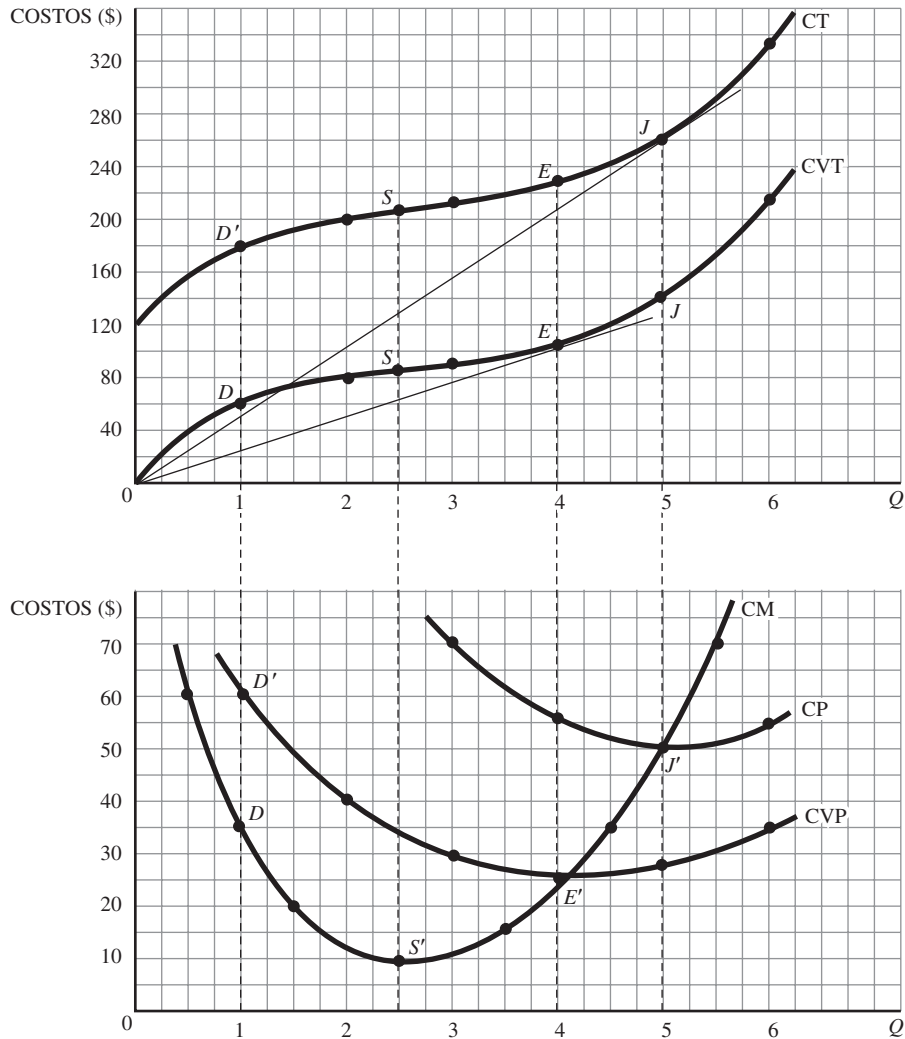

Figura 7-12
- a) Vea la figura 7-12.
- b) El CVP es igual al CVT dividido entre la producción. Al CVP lo determina la pendiente de un rayo que va del origen hacia la curva CVT. El CVP descende hasta el punto E (donde un rayo desde el origen es tangente a la curva CVT). Después de E , el CVP asciende. El CP es igual al CT dividido entre la producción. Al CP lo determina la pendiente de un rayo que va del origen a la curva CT. Hasta J (el punto de tangencia), la pendiente del rayo (es decir, el CP) descende. Después de J asciende. La curva CM puede obtenerse a partir de la pendiente de CVT o de la pendiente del trazo CT. La pendiente de las curvas CT y CVT (es decir, el CM) descende hasta el punto de inflexión (S) y después asciende. Observe que el CM entre dos puntos de la curva CT o de la CVT lo determina la pendiente de la cuerda entre dichos puntos. Éste es el CM *promedio*. A medida que la distancia entre ambos puntos tiende a cero en el límite, el valor de CM tiende al valor de la pendiente de las curvas CT o CVT en un punto.